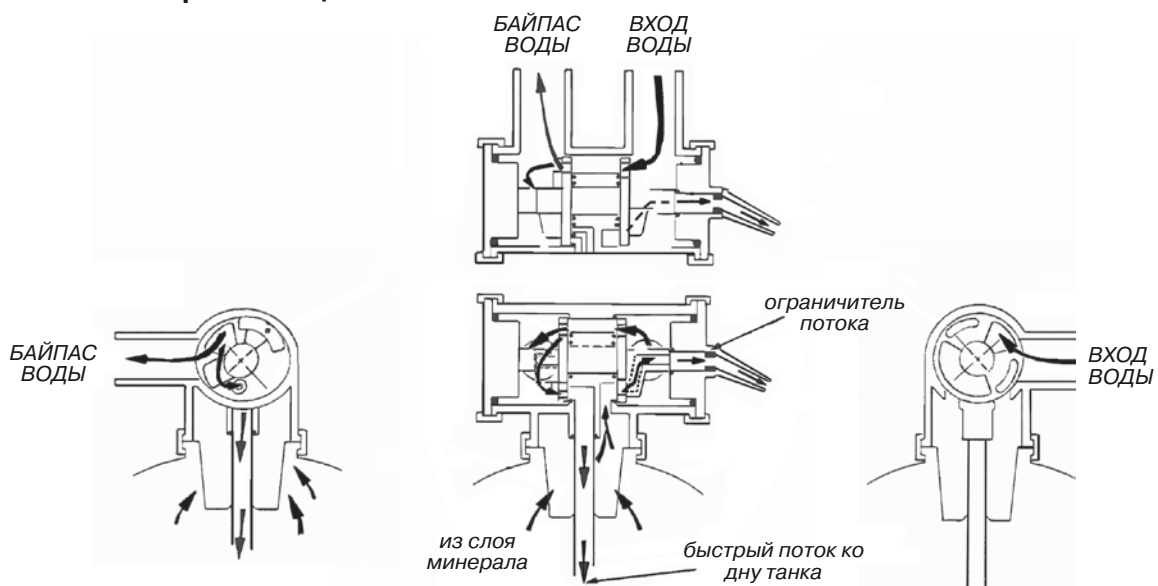

Рис. 11. Обратная промывка
**Обратная промывка (рис. 11).** Электродвигатель переводит управляющий клапан в положение “обратная промывка”. Вода поступает вниз по центральной трубе и поднимается через слой минерала и верхний дистрибьютор в дренаж. Быстрый поток (контролируемый ограничителем в дренажном концевике) вымывает в дренаж осадки и отложения. Слой минерала взрыхляется для лучшей очистки.